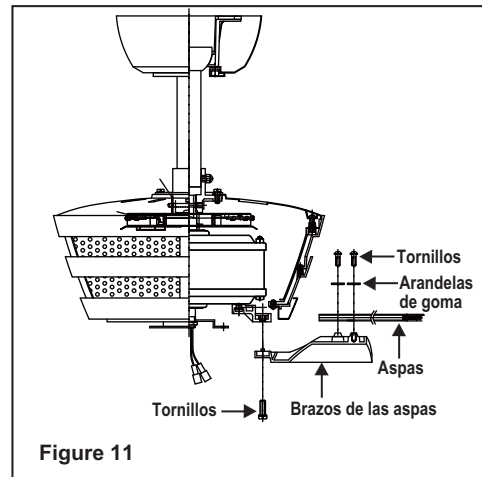

Figure 11
Paso 1. Se pegan las palas a los soportes usando los tornillos y las arandelas de goma provistos como indicado en Fig 11. Inserta un tornillo en el soporte sin apretarlo. Repite el paso por los otros 2 tornillos y arandelas.